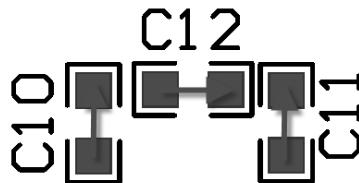

图 11-21 丝印位号显示方向
- (1) 丝印位号不上阻焊，放置丝印生产之后缺失。
- (2) 丝印位号清晰，字号推荐字宽/字高尺寸为 4/25mil、5/30mil、6/45mil。
- (3) 保持方向统一性，一般一块 PCB 上不要超过两个方向摆放，推荐字母在左或在下，如图 11-21 所示。